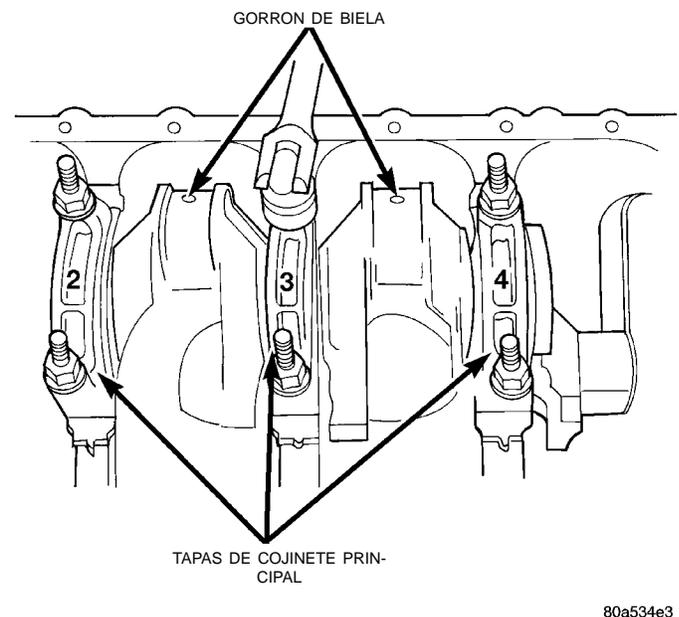
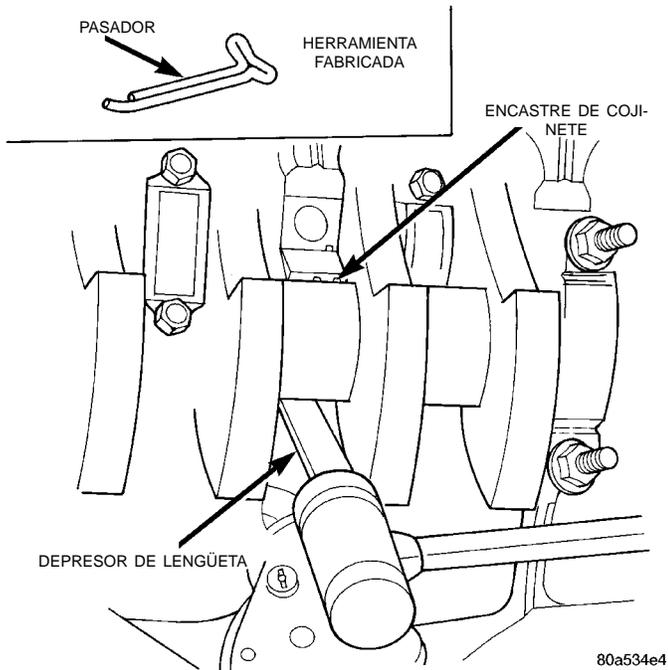

Fig. 50 Desmontaje de tapas de cojinete principal y encastres inferiores
Fig. 51 Desmontaje de encastres superiores
(6) Retire sólo una tapa de cojinete principal y un encastre inferior cada vez (Fig. 50).
(7) Retire el encastre inferior de la tapa de cojinete.
(8) Retire el encastre superior AFLOJANDO (SIN DESMONTAR) el resto de las tapas de cojinete. Luego inserte un pasador pequeño en el orificio de aceite del gorrón del cigüeñal. Para construir el utensilio adecuado, doble el pasador como se indica en la ilustración (Fig. 51). Con el instrumento que ha construido en su sitio haga girar el cigüeñal, de modo que el encastre del cojinete superior gire en dirección a su lengüeta de traba. Puesto que no hay orificio en el gorrón principal N° 3, utilice un depresor de lengüeta u otra herramienta similar, de metal blando, para retirar el encastre del cojinete (Fig. 51). Una vez que haya extraído aproximadamente unos 25 mm (1 pulg.) del encastre, podrá retirarlo ejerciendo presión por debajo de la lengüeta.